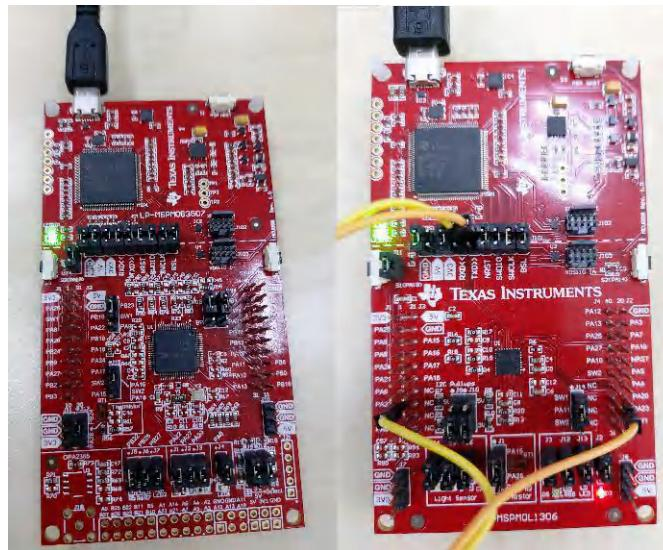

图 3-7. LaunchPad 套件连接 ( 左 : LP-MSPM0G3507 , 右 : LP-MSPM0L1306 )
- 将目标器件和 XDS110 连接到 PC。使用 LaunchPad 套件中集成的 XDS110 时，请将 Micro USB 电缆连接到 PC，如图 3-7 所示。